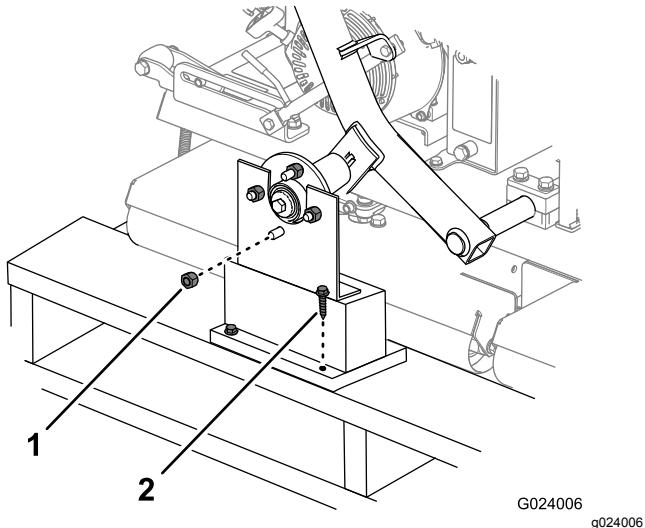

図3
1. ホイールハブを出荷用ブラケットに固定しているラグナットを取り外す図3。同じく、各ホイールハブのスタッドにねじ込んであるナットも外す。